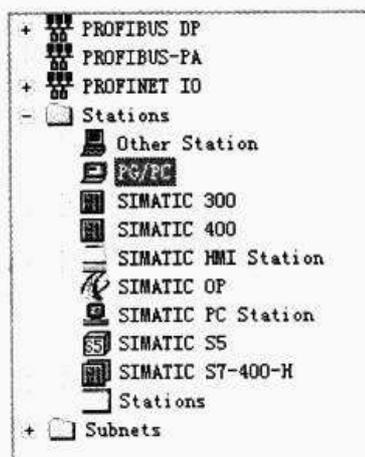

图 14-16 插入 PG/PC 站点
① 首先在 STEP 7 中插入相关的 PLC、HMI 站点,并对 PLC 站点进行硬件组态。如图 14-16 所示。